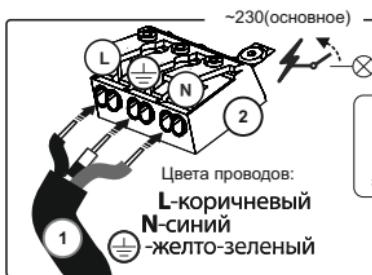

Рисунок 4
**4.3.1 Подключение основного питания (рисунок 4) (клеммная колодка без этикетки): подключите токоподводящий кабель (1) к клеммной колодке светильника (2), соблюдая цветовую маркировку.**